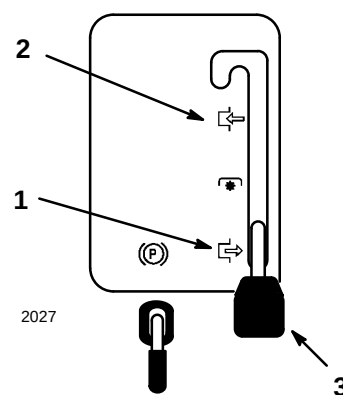

Abb. 5
2. Den Mähwerkbetätigungshebel auf "EINGEKUPPELT" stellen (Abb. 5).
2. Den Mähwerkbetätigungshebel auf "AUSGEKUPPELT" stellen (Abb. 5).